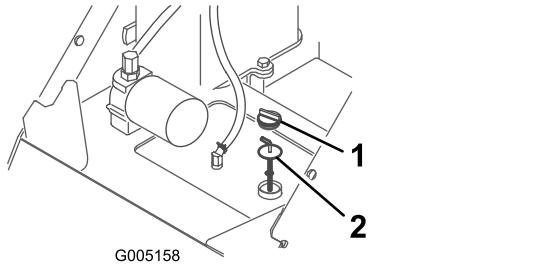

Figura 35
4. Pulite la zona intorno al collo del bocchettone del serbatoio idraulico (Figura 35).
5. Rimuovete il tappo del collo del bocchettone e controllate il livello del fluido sull'asta di livello (Figura 35).